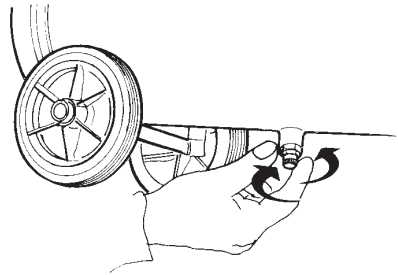

fig. 4
- controlar que el registro de descarga-condensación (*fig. 4*), situado debajo del tanque, se encuentre cerrado;
Antes de realizar cualquier tipo de operación en el compresor, separar el enchufe de la toma de corriente y efectuar la descarga de presión del tanque del aire, utilizando el registro de descarga-condensación (fig. 4); destornillar con cuidado para dejar que el aire salga lentamente, puesto que el tanque podría contener residuos metálicos.
Descarga de la condensación (fig. 4)
- vaciar completamente el tanque del aire (fig. 4);